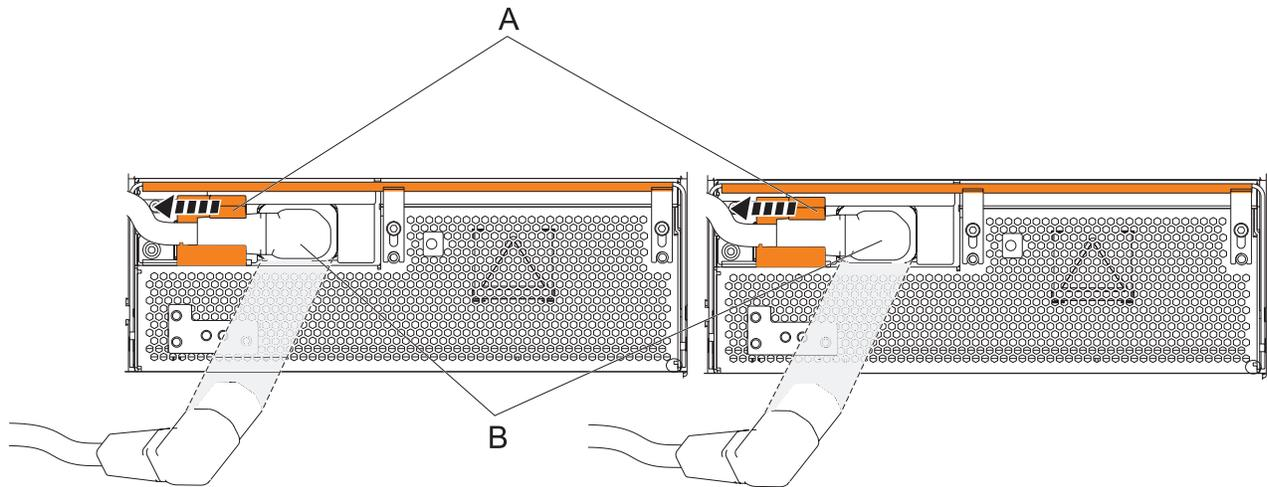

Figure 78. Débranchement des cordons d'alimentation des ensembles de conversion hors ligne
- a. Faites glisser vers la gauche les supports de cordon d'alimentation (**A**) situés A l'avant des deux ensembles de conversion hors ligne. Pour plus d'informations, voir figure 78, à la page 101.